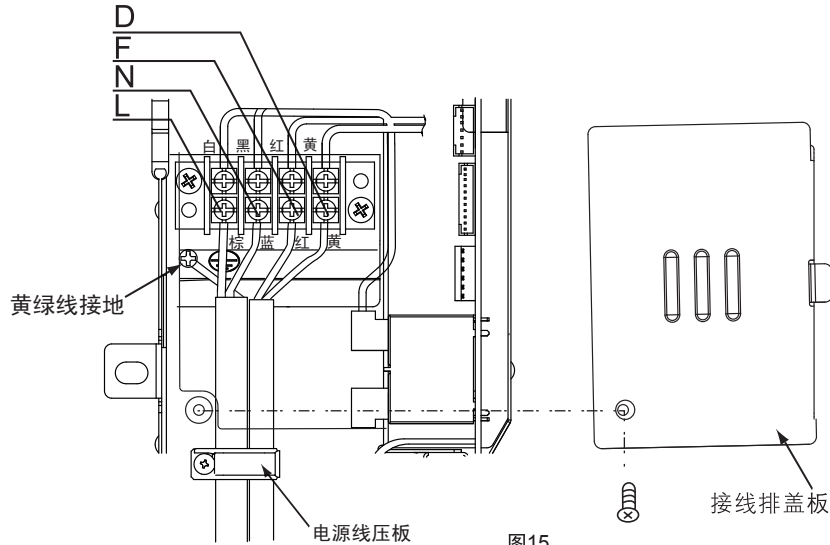

图15
- 将连接电缆从风室下盖板处往内插入后，再将连接电缆如下图将头部弯折。(如图15)